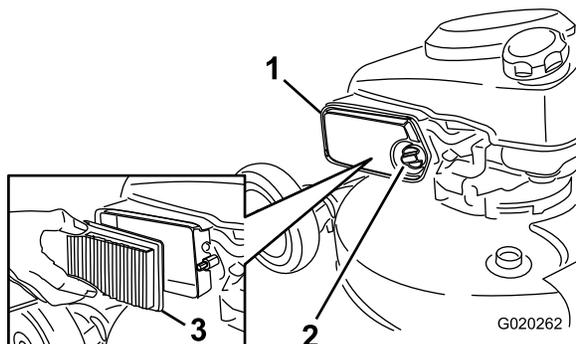

Figure 24
2. Dévissez et ouvrez le couvercle du filtre à air (Figure 24).